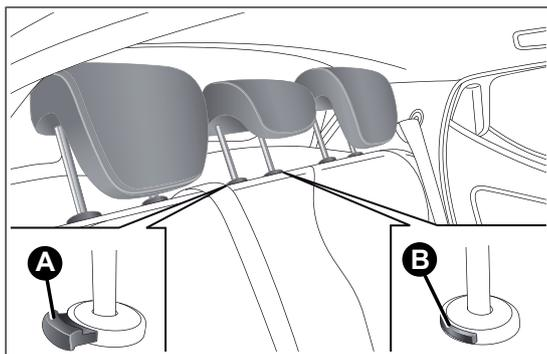

fig. 63
- sollevare gli poggiatesta fino all'altezza massima, premere entrambi i pulsanti A fig. 63 e B a lato dei due sostegni, quindi rimuovere gli appoggiatesta sfilandoli verso l'alto;